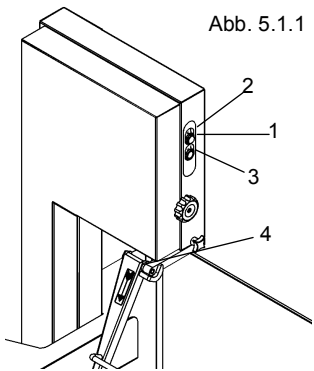

Abb. 5.1.1
- Die Einschaltdruckknopf "1" drücken, dann gleich den Ausschaltdruckknopf "3" drücken, um die Laufrichtung des Messers zu überprüfen. Diese muss mit der Pfeilrichtung („4“ Abb. 5.1.1) übereinstimmen. Jedenfalls muss sich das Messer zum Arbeitstisch hin bewegen. Ist die Drehrichtung falsch, den Differentialschalter auf „0“ stellen, damit die Stromzufuhr abgebrochen wird. Im Stecker einen Draht umkehren und dann das korrekte Funktionieren überprüfen (Par. 5.1)